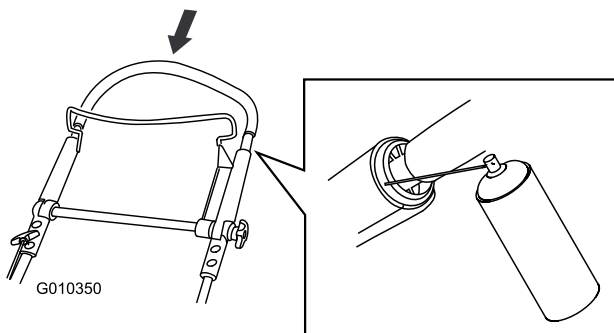

Figure 19
2. Abaissez complètement la partie supérieure du guidon et pulvérisez la surface en plastique intérieure de la poignée extérieure (Figure 19).